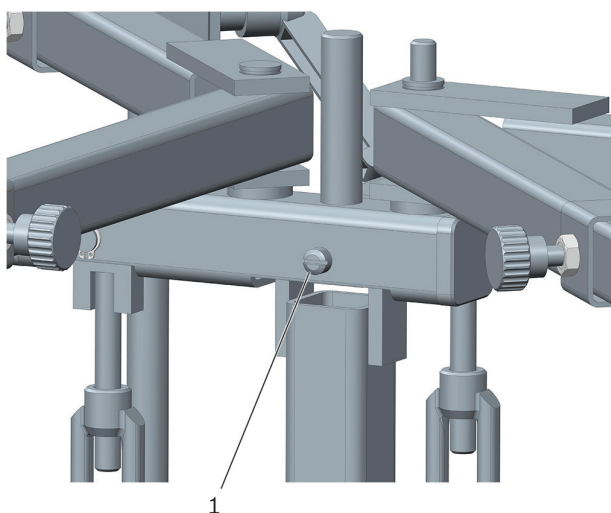

Рисунок 11: Положение винта 1 вала, винт 2 вала расположен на противоположной стороне (не виден)
- ▶ Следите за правильным порядком соединения винтов вала (2 шт.) в области поворота опоры для коробки передач (см. рисунок 11).